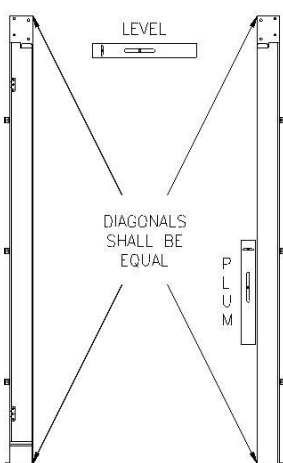

FIG. 2B
- * **Shim**, if necessary.(Fig. 2b)